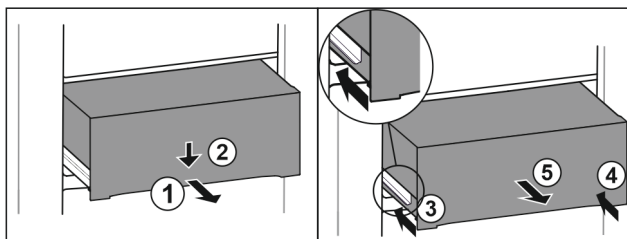

Fig. 133
- ▶ Predal izvlecite do polovice. Fig. 133 (1)
- ▶ Predal na sprednji strani potisnite navzdol. Fig. 133 (2)
- ▶ Levo vodilo potisnite približno 2 cm noter. Fig. 133 (3)
- ▶ Desno vodilo potisnite približno 2 cm noter. Fig. 133 (4)
- ▶ Predal vzemite ven v smeri naprej. Fig. 133 (5)